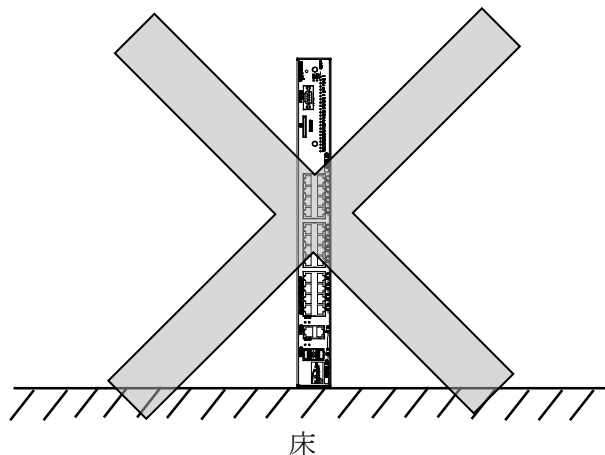

図 3-1 悪い設置例
- (1) Apresia3424GT-SS2 をラックに取り付け、または横置きで使用ください。
- (2) Apresia3424GT-SS2 を直接、床などに縦置きで使用しないでください(図 3-1)。冷却のための通風を阻害し、故障の原因となります。縦置きする場合は、別売りの専用縦置き KIT とネジを使用して設置してください。
- (3) Apresia3424GT-SS2 の横に物を置かないでください。冷却のための通風を阻害し、故障の原因となります。
- (4) Apresia3424GT-SS2 の上に花瓶や飲物等を置かないでください。
- (5) Apresia3424GT-SS2 を設置する場合はフロント側 60mm、リア側 100mm 以上のスペースが必要になります。
- (6) Apresia3424GT-SS2 をラックに取り付ける場合は、奥行きが 510mm 以上(内寸)のラックに添付のラックマウント金具とネジを使用して設置してください。
- (7) Apresia3424GT-SS2 を据え置きする場合は、本体底面の 4 箇所のコーナーに添付の筐体足(ゴム足)を貼り付けてご使用ください。